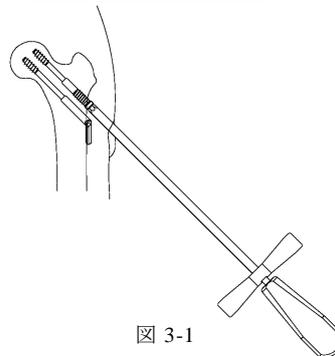

図 3-1
- ** 2) TL2S スクリュードライバーで骨頭スクリューを手前に戻してから、TL2S バレル T レンチでバレルを取り外し、近位スクリューを抜去します。（図 3-1）